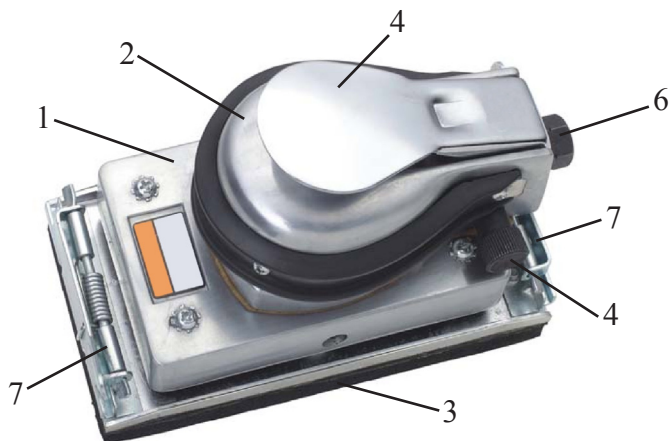

Рис. 1
- установите шлифовальный лист, подверните край под передний зажим (поз. 7; рис. 1), затем зафиксируйте его;
- слегка нажимая на шлифовальный лист, чтобы он лучше прилипал к основанию, вставьте другой конец листа в задний зажим (поз. 7; рис. 1), зафиксируйте зажим.
6.3 С помощью регулятора (поз. 6. рис. 1) можно установить желаемую частоту вращения шлифовального круга (путём контроля расходуемого воздуха):
6.5 Каждый раз перед использованием следует проверять затяжку болтов и гаек системы подачи воздуха. Проверяйте исправность регулятора подачи воздуха (поз 6. рис. 1). Перед техническим обслуживанием или ремонтом шлифмашина должна быть отключена от сети подачи воздуха. Несоблюдение мер предосторожности может привести к травмам и тяжелым последствиям.